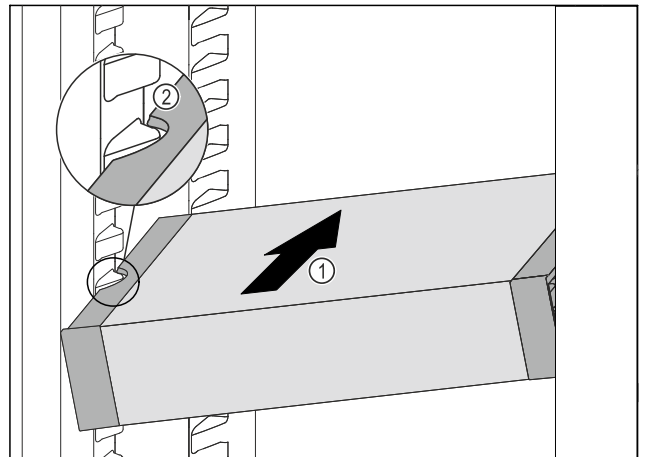

Fig. 101
- ▶ VarioSafe schuin in het koelgedeelte schuiven Fig. 101 (1), tot de uitsparingen aan de zijkant Fig. 101 (2) van de VarioSafe op de hoogte van de rib in het koelgedeelte zitten.